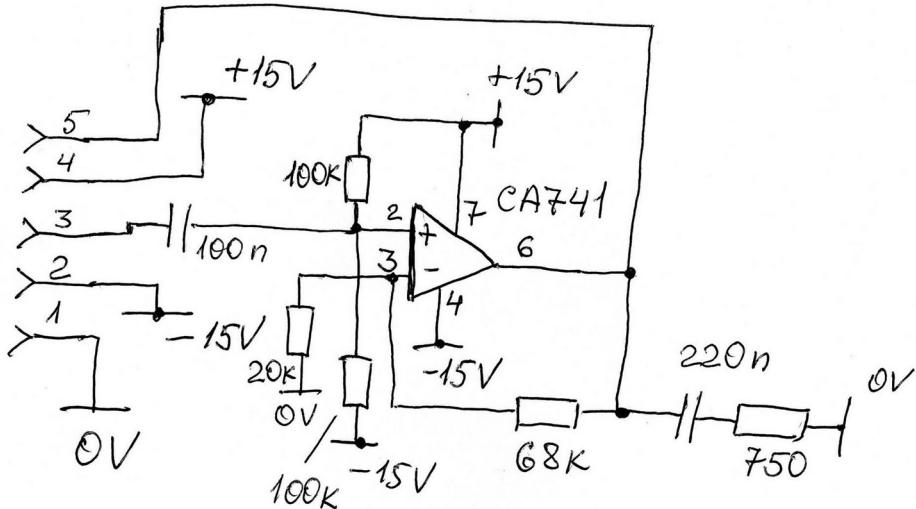

Рис. 1.6
4. Вывести все компоненты схемы в окно рабочего проекта. Эскиз схемы показан на рис. 1.6.